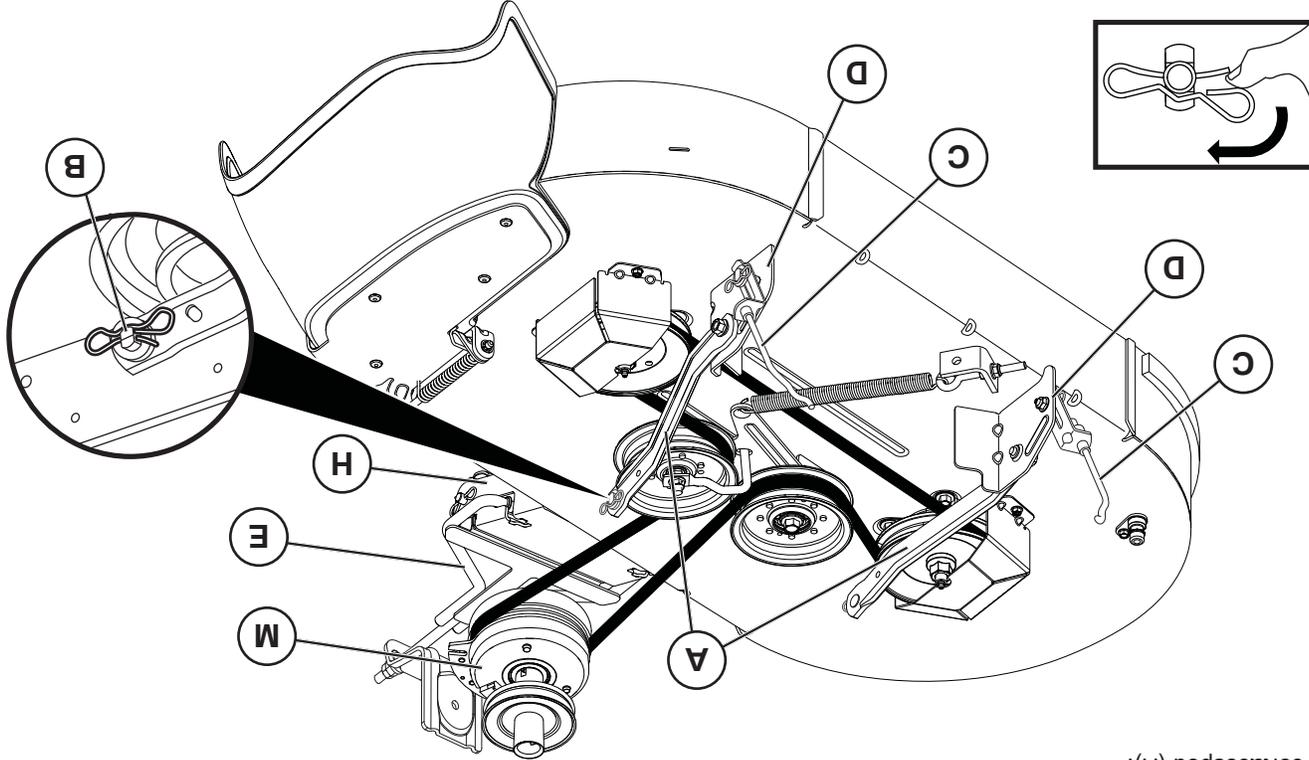

Fig. 22
(Vea Fig. 22)
- Retire la cinta de la cortadora de césped de la polea del embrague eléctrico (M). Consulte Retiro De Cinta Del Impulsor De La Cortadora De Césped en "COMO REEMPLAZAR LA CINTA DEL IMPULSOR DE LA CUCHILLA DE LA CORTADORA DE CÉSPED" en esta sección.
- Por uno de los lados de la cortadora, desconecte el brazo de suspensión de la cortadora (A) del chasis y la pieza de unión posterior (C) de la barra posterior de la cortadora (D) – retire los resortes de contención y las arandelas.
- Desconecte el eslabón delantero (E) del soporte frontal del cortacésped (H).
- ## INSTALE LA SEGADORA (Vea Fig. 22 - 27)
**AVISO:** Cerciórese de que los brazos de suspensión de los lados de la segadora (A) estén dirigidos hacia adelante antes de deslizarla por
- FIJE LOS BRAZOS DE SUSPENSIÓN LATERALES DE LA CORTADORA (A) AL CHASIS - Ubique el orificio del brazo encima de la clavija (B) que hay en la parte exterior del chasis del tractor, y fíjelo con una resorte de contención.